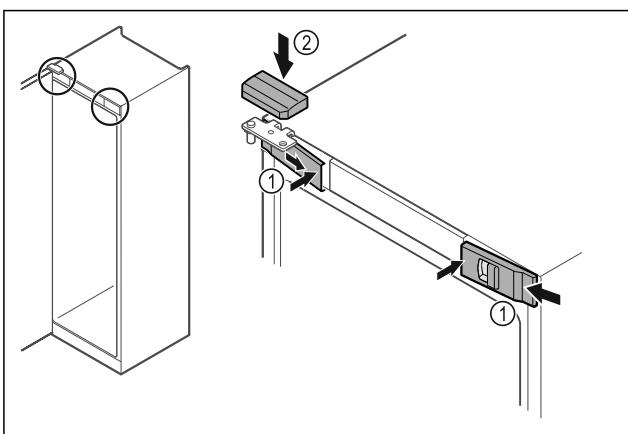

Fig. 52
► 从侧部挂入前盖板 Fig. 52 (1) 并从内部将其卡紧。
► 从上方卡紧上盖板 Fig. 52 (2)。